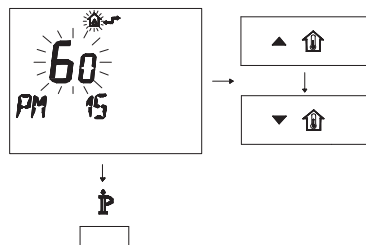

Figura 5.28
- Modificare il SET programmato agendo sui pulsanti ▲ o ▼ fino a visualizzare un set di 60, aspettare che il numero programmato cominci a lampeggiare (Figura 5.28).